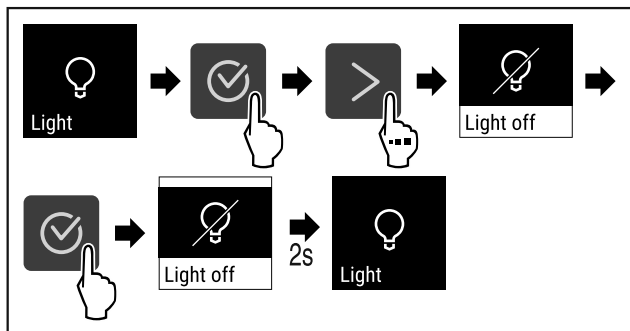

Fig. 68
▶ Obavite korake postupka (pogledajte Fig. 68) .